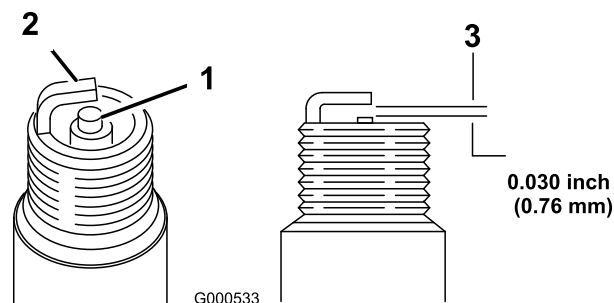

Рисунок 24
5. Установите в свече зазор, равный 0,76 мм, как показано на **Рисунок 24**.